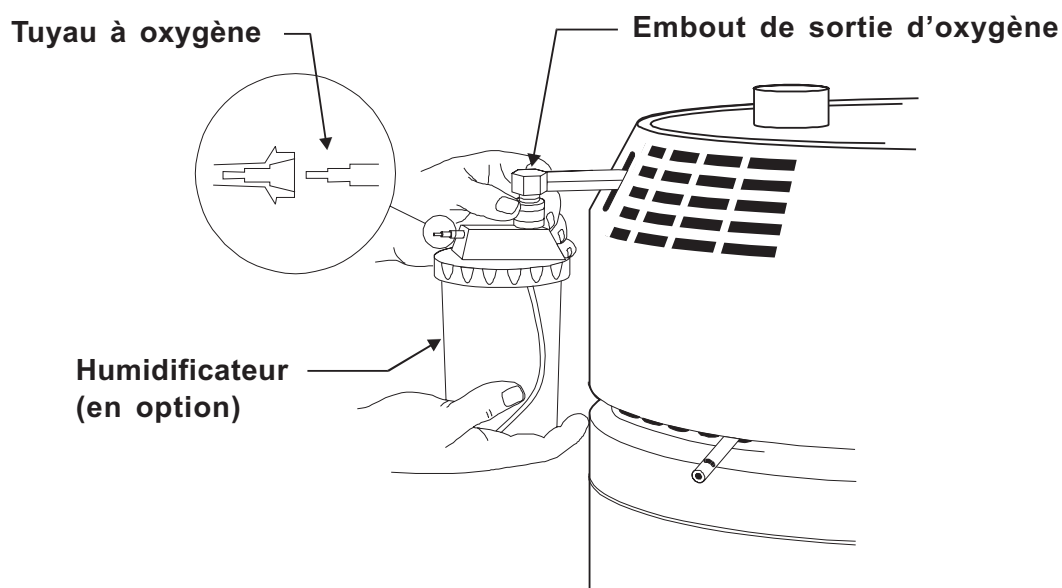

Figure 5 - Préparation de l'unité fixe pour respiration
1. En cas d'utilisation d'un *humidificateur*, le remplir d'eau distillée conformément au niveau indiqué dans le manuel d'utilisation de l'*humidificateur*. Fixer l'*humidificateur* sur l'embout de sortie d'oxygène de l'unité fixe (Figure 5).